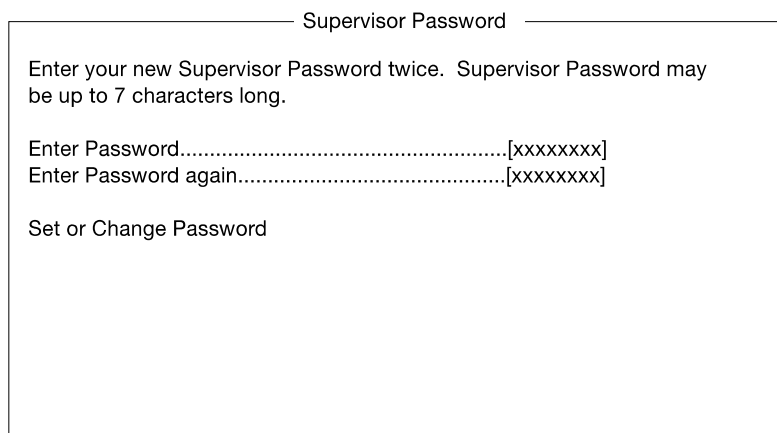

Abbildung 3-13 Bildschirm zum Supervisor-Kennwort (Supervisor Password)
2. Aktivieren Sie den Parameter **Supervisor Password** im Menü **System Security**, indem Sie die Nach-links- bzw. Nach-rechts-Taste drücken. Danach erscheint der Bildschirm **Supervisor Password**, der in Abbildung 3-13 dargestellt ist.